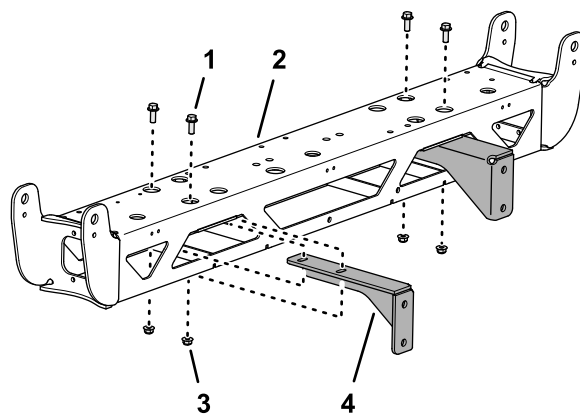

Рисунок 82
4. Отверните 2 колпачковых винта с фланцевыми головками ($\frac{3}{8} \times 1$ дюйм) и 2 фланцевые контргайки ($\frac{3}{8}$ дюйма), которые крепят опорный кронштейн к средней секции стрелы, и снимите кронштейн (**Рисунок 82**).
5. Повторите действия, описанные в пункте 4, для другого опорного кронштейна (**Рисунок 82**).